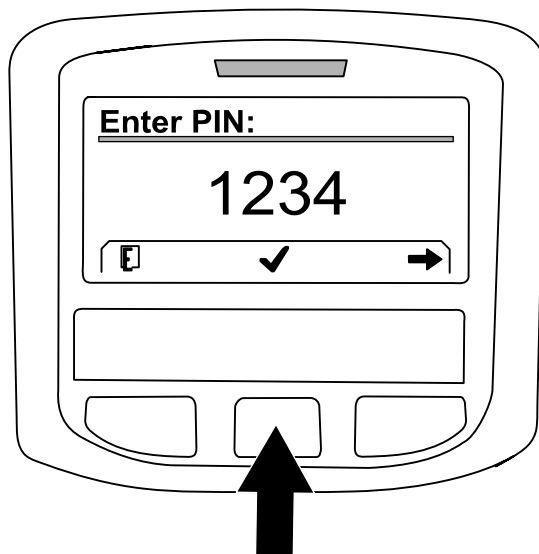
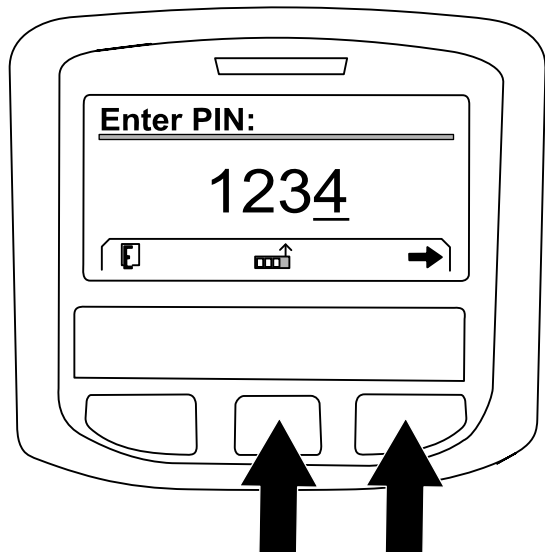

Figura 261
Figura 260
- A. Pulse el botón central las veces que sea necesario para introducir el número del código PIN que corresponde a la posición de la izquierda (Figura 260).
- B. Pulse el botón derecho para desplazarse al número siguiente del código PIN (Figura 260).
- D. Cuando termine de introducir los números del código PIN, pulse el botón derecho (Figura 260) y luego el botón central para introducir el código PIN (Figura 261).